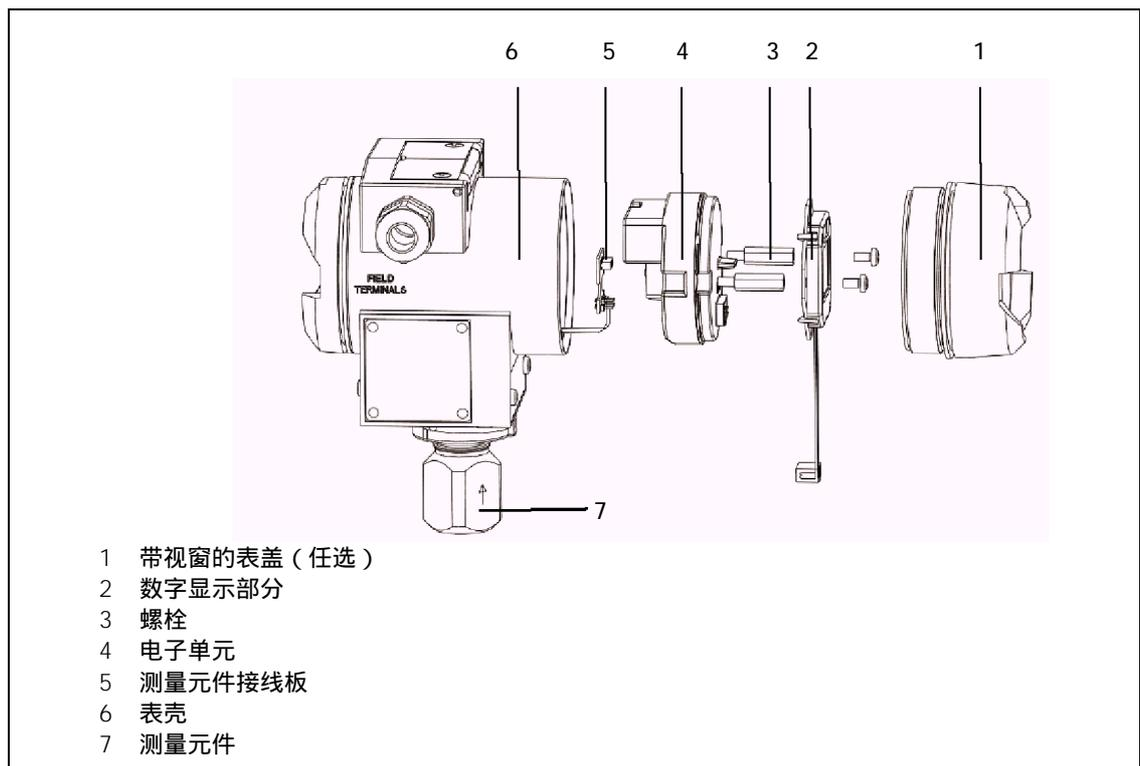

图 30 仪表组件
1. 卸去表盖和盖下面的数字显示部分（1 和 2，图 30）